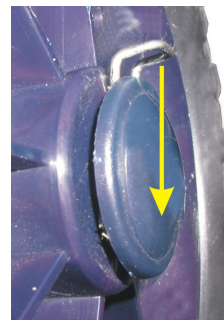

Рисунок 1.5.4. Фиксация колеса
2. Опустите скобу вниз (рисунок 1.5.4) и наденьте колесо на ось;